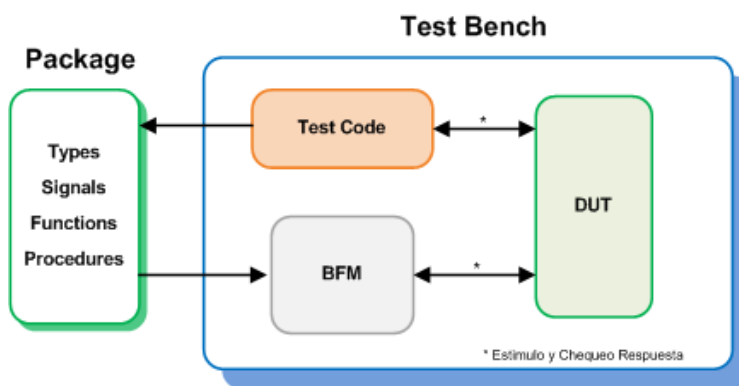

Figura 1 – Esquema de simulación usando BFM
Explico ahora los distintos componentes de la Figura 1:
- El procedimiento *wr_cycle* esta declarado en un paquete (ver figura 1)